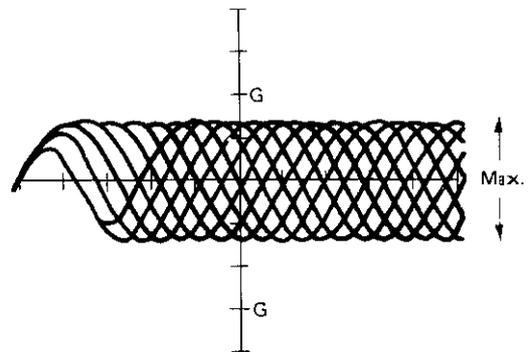

Abb. 23
- 2) Die (CD) Taste einmal drücken (APC-Funktion).
- 3) VR100 so abgleichen, daß das Wellenmuster des HF-Signals (Abb. 23) ein Maximum annimmt und frei von Störungen ist.